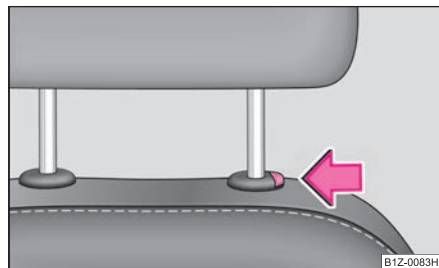

Fig. 63 Sacar reposacabezas
- Si desea desplazar el reposacabezas del asiento delantero hacia abajo, pulse adicionalmente la tecla de seguridad ⇒ fig. 63.
- Pulse la tecla del seguro en el sentido de la flecha ⇒ fig. 63 y extraiga el reposacabezas.